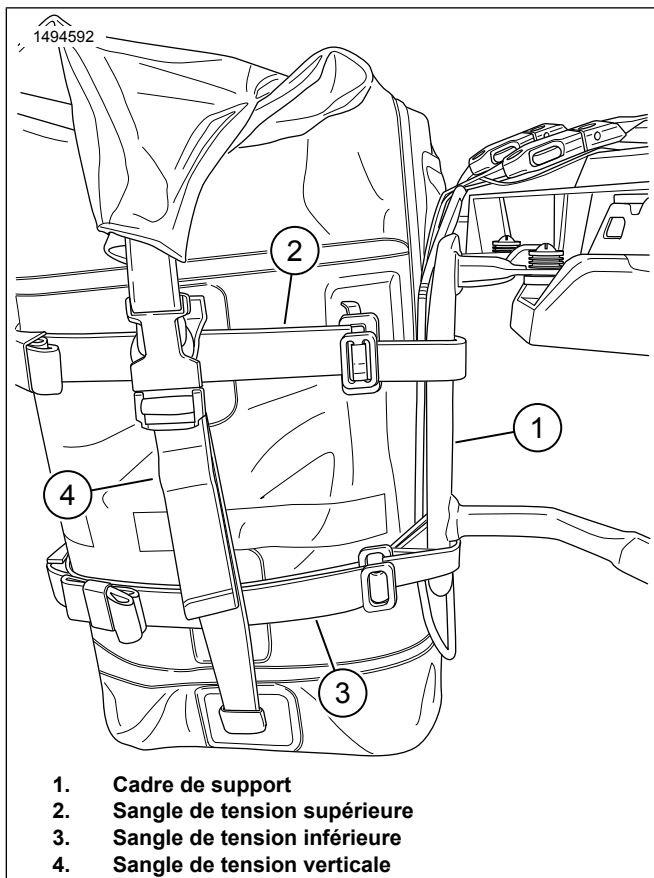

Figure 8. Toutes les sangles de tension
9. Figure 8 Les sangles de tension (2, 3, 4) devraient être attachées à des endroits approximatifs.